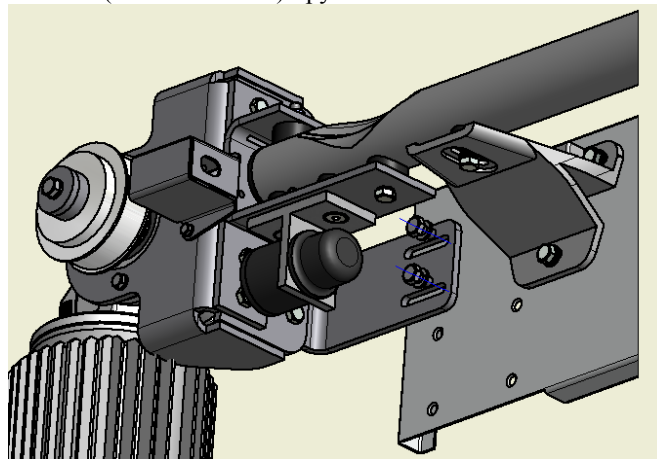

Рис.3
- 2.5. Закрепить ведущую станцию к поперечине (Рис.3) при помощи следующего крепежа: